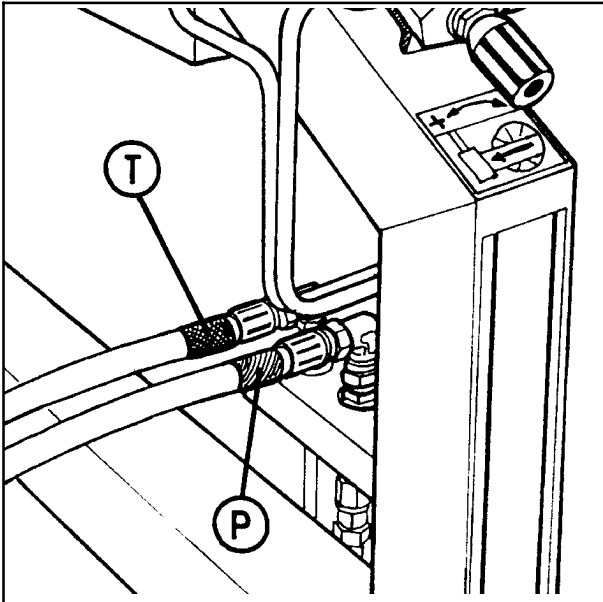

Fig. 4-3
**Slange med rødt merke kobles til trykk, (P), og slange med blått merke kobles til returen, (T).** (Se fig. 4-3).